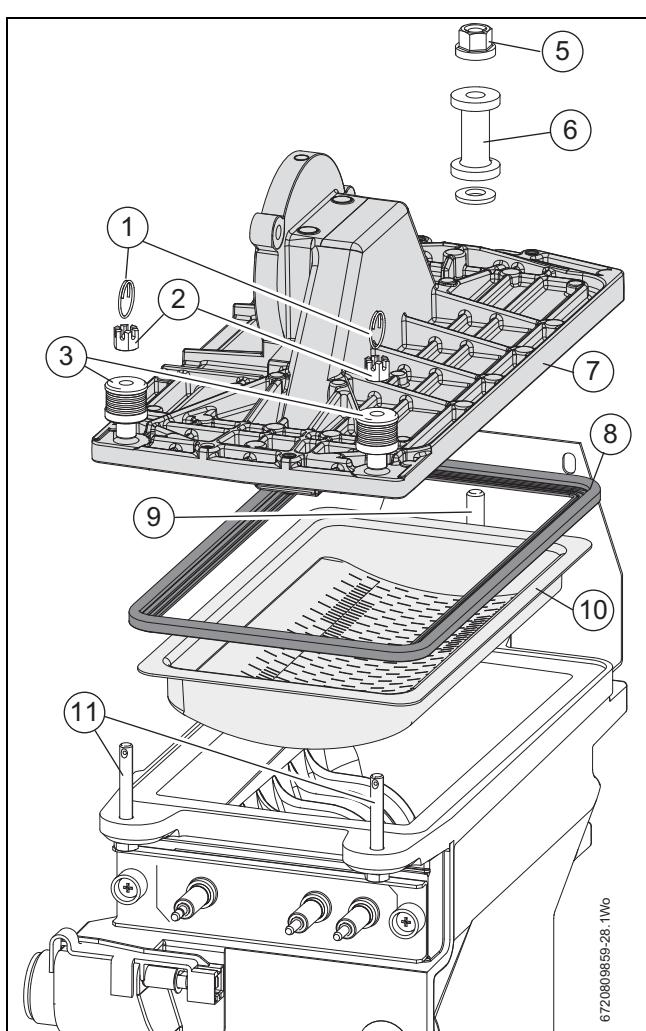

Рис. 56 Удаление горелки
- Чтобы прикрепить крышку горелки к теплообменнику, установите шайбы/пружины [3] и корончатую гайку [2] (см. рис. 56) на шпильки [11].